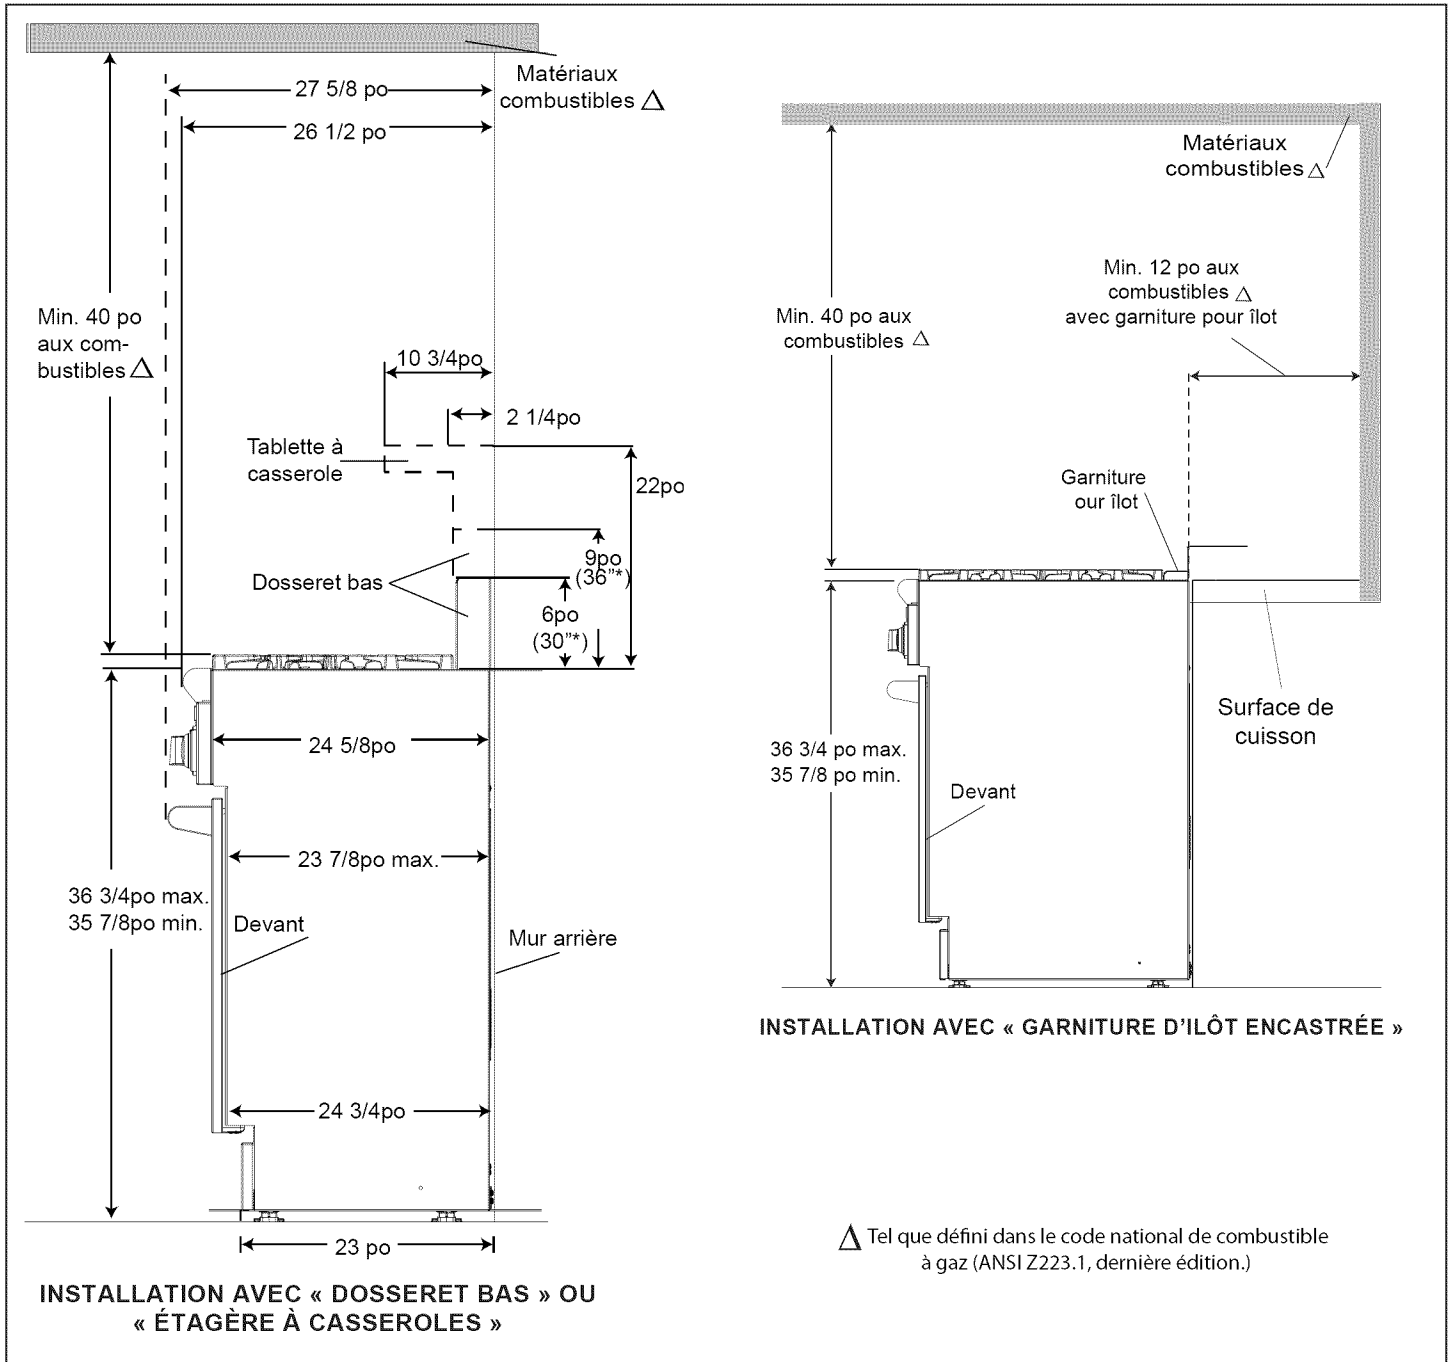

Figure 2 : Vue latérale
2. Les cuisinières peuvent être encastrées entre les armoires au-delà de l'avant du four (Voir Figure 2).
5. Si la distance entre un matériau combustible Δ et le bord arrière de la cuisinière au-dessus de la table de cuisson est de moins de 30,5 cm (12 po), il est obligatoire d'installer un dossier bas ou une tablette à casserole Thermador (voir Figure 2). Avec un dégagement au matériau combustible Δ de 12 po et plus, la garniture d'îlot encastrée Thermador peut être
utilisée. Les Figure 2 indiquent l'espace libre nécessaire pour chaque type de plaque de protection.
- Le poids approximatif de la cuisinière à l'expédition est celui qui est indiqué au Tableau A. Il est recommandé d'enlever les grilles des brûleurs, la plaque de cuisson, les chapeaux des brûleurs, la plaque d'habillage et les grilles du four pour faciliter la manutention. Le poids de l'appareil s'en trouvera diminué, comme indiqué au Tableau A. Voir Figure 2 à la page 6. **N'ôtez pas la plaque de cuisson.**